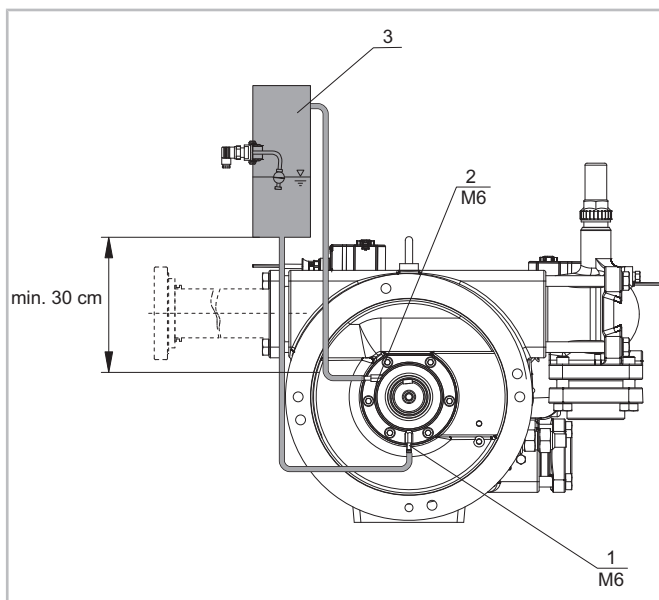

Abb. 4: Behälter für Ölverrat an Wellenabdichtung anschließen
- Schläuche (Ø 6 mm) an den Anschlüssen 1 und 2 anschließen (siehe Abbildung 4, Seite 11).
Der Vorratsbehälter (siehe Abbildung 4, Seite 11, Pos. 3) sollte ein Volumen von etwa 2 Litern haben und nach außen nicht abgeschlossen sein.